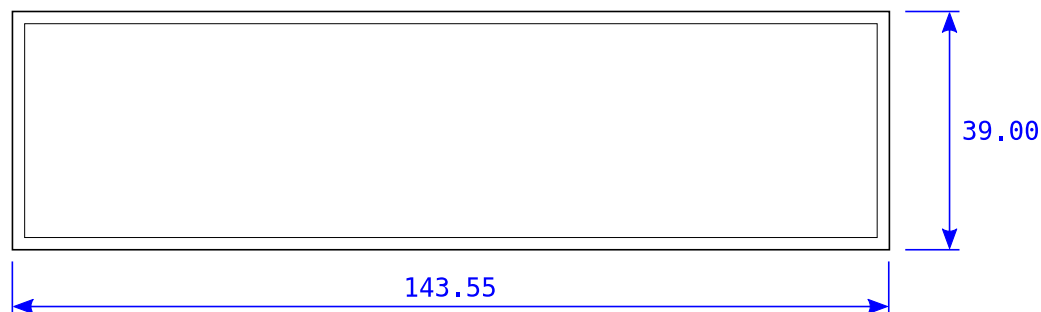

Figura 4: Datos de la caja
- Dada la caja de la figura 4, calcular la formula del área en función de su base y su altura.